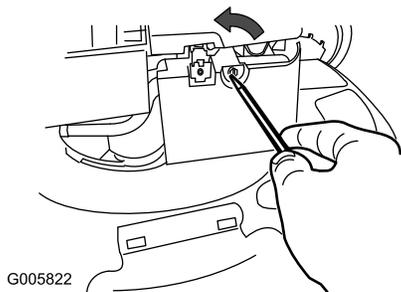

Рисунок 21
1. Используя отвертку, откройте крышку воздушного фильтра (Рисунок 21).